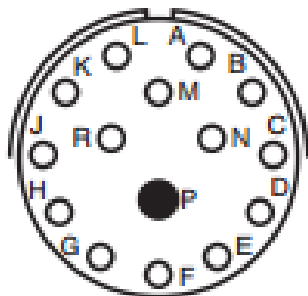

Рисунок 10 - Общий вид разъема (вилка) Amphenol РТІН-14-15Р со стороны контактов
1.4.12 Подключение электрической части изделия МІС-170 (исполнение БЛИЖ421200.100.002) производится через комбинированный разъём Amphenol РТІН-14-15Р (см. Рисунок 10) комбинированным кабелем БЛИЖ.431583.011.409, входящим в комплект поставки изделия.